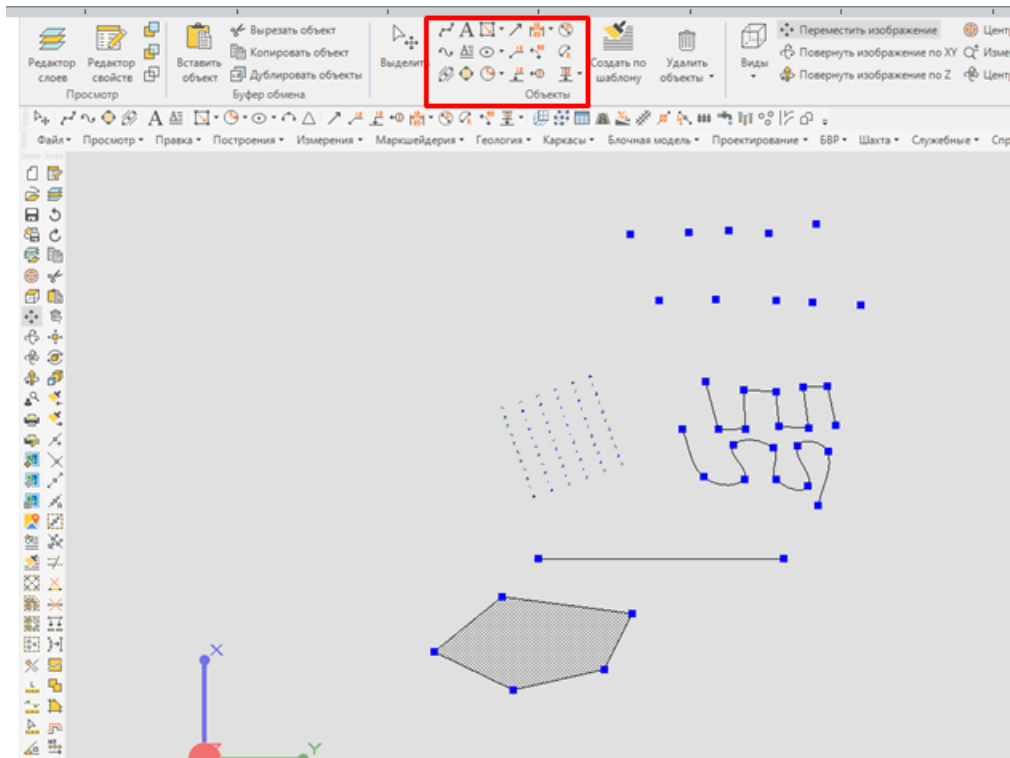

Рисунок 1.3. Об'єкти ГІС K-MINE та приклад виконання завдання 8.
8. З бібліотеки об'єктів створіть два лінійні об'єкти (сплайн і полілінію), три точкові об'єкти (маркшейдерську точку, мбурові свердловини, відрізок) і один поверхневий об'єкт (поверхня з подвійною заливкою). (рис.1.3).